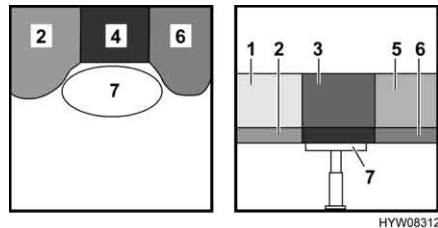

Fig. 68 Durante la trasformazione
- Trasformare il tavolo (Fig. 68, 7) in struttura di supporto letto (vedi paragrafo 6.9).